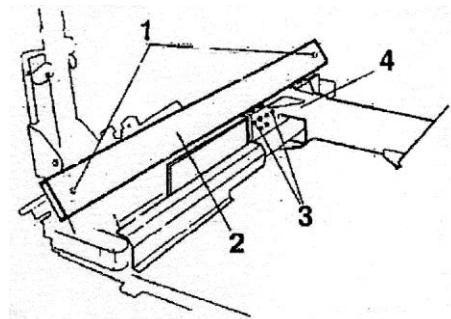

Рисунок 35
- Ослабьте винты, крепящие ограничитель (поз. 1, Рисунок 35), снимите ограничитель цепной передачи (поз. 2, Рисунок 35).
- Ослабьте гайки (поз. 3, Рисунок 35) каждого из верхних скользящих башмаков каретки (поз. 4, Рисунок 35).
g) Закрутите четыре стопорные гайки верхних скользящих башмаков (поз. 3, Рисунок 35).
i) Заново установите ограничитель цепной передачи (поз. 2, Рисунок 35).